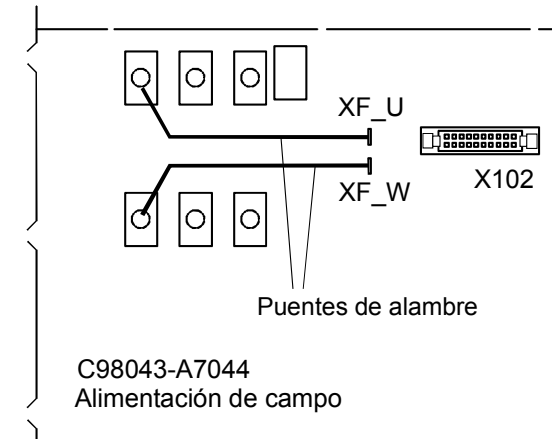

Fig. 6.10.3.1
- Montar puentes de alambre de acuerdo a la Fig. 6.10.3.1